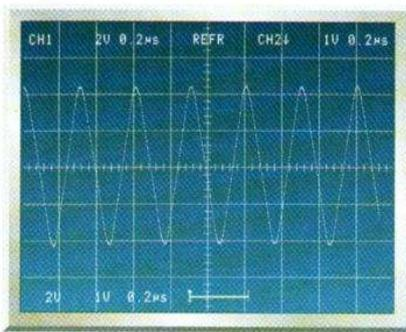

Figure 7 -
- figure 7: un signal triangulaire à la même fréquence;